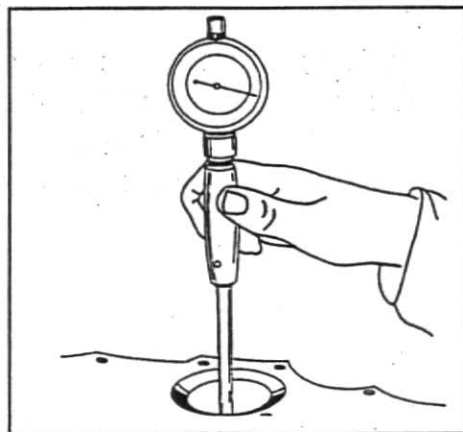

Fig. 5
1. Verifique os diâmetros dos alojamentos das buchas da árvore de comando das válvulas: 55,563 - 55,593 mm ou 2,1875 - 2,1887 pol, fig.5.